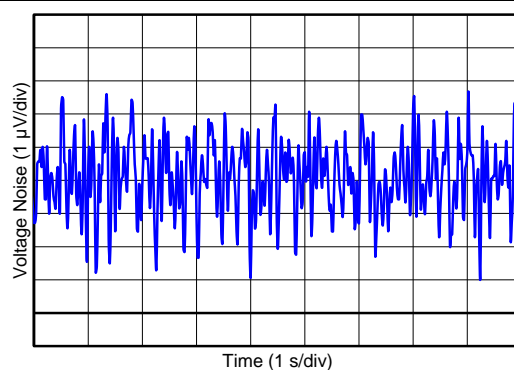

图 6. 0.1-Hz to 10-Hz Input Voltage Noise
0.1-Hz to 10-Hz Input Voltage Noise (5.5 V)	<a href="#">图 6</a>